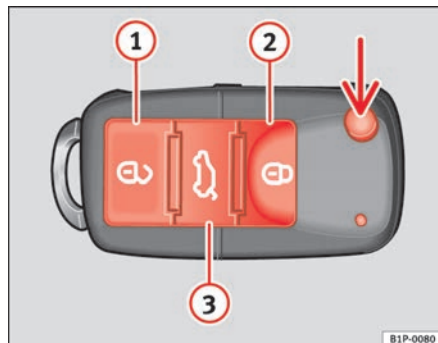
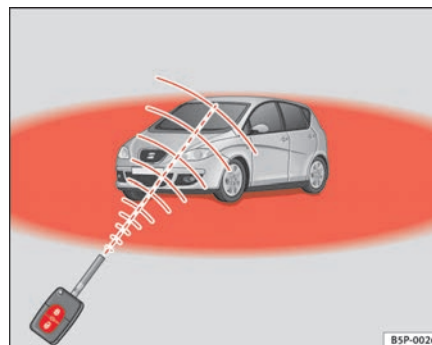

Fig. 64 Tasti della chiave con telecomando
Fig. 65 Raggio d'azione del telecomando
Con il tasto $\Rightarrow$ fig. 64 (freccia) del telecomando, si sblocca lo scatto della chiave.
Sblocco del veicolo $\Rightarrow$ fig. 64 ①.
Chiusura del veicolo $\Rightarrow$ fig. 64 ②.
Sblocco portellone posteriore. Tenere premuto il tasto $\Rightarrow$ fig. 64 ③ fino a quando lampeggiano brevemente tutti gli indicatori di direzione. Nel premere il tasto di sblocco $\Rightarrow$ fig. 64 ③, si hanno 2 minuti per aprire il portellone. Una volta trascorso questo periodo si blocca di nuovo.
Inoltre, la spia della batteria della chiave $\Rightarrow$ fig. 64, lampeggia.
Premere una sola volta il tasto $\Rightarrow$ fig. 64 ①, per aprire la porta del conducente, le altre porte rimarranno chiuse. ▶
⇒ pag. 102, fig. 64 .
- Il telecomando funziona soltanto se azionato all'interno del suo campo d'azione ⇒ pag. 102, fig. 65 (settore rosso).
- Utilizzare le due chiavi in dotazione con il veicolo, la chiave provvista di trasmettitore e la chiave convenzionale ⇒ pag. 102, fig. 64 ⇒ pag. 102, fig. 65.
- Chiudere il veicolo con la chiave con telecomando ⇒ pag. 102, fig. 64 ⇒ pag. 102, fig. 65 dalla serratura della porta del guidatore.